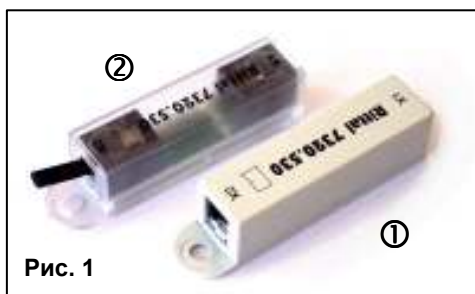

Рис. 1
Один входной «дверной переключатель» (5) разработан для модели Rittal 7320.530 (см. рис. 1). Он заканчивается коннектором RJ12 с резистором (см. рис. 2)
У дверных контактов старого дизайна (рис. 1, ①) параллельно к выходному
У дверных контактов нового дизайна (рис. 1, ②) установлен выходной резистор 1 кОм на выходе X2 последнего переключателя. Если все двери закрыты, выходное сопротивление в обычном режиме в контрольном контуре составит 1 кОм. При открывании любой двери, параллельно к резистору 1 кОм подсоединяется резистор 22 кОм.